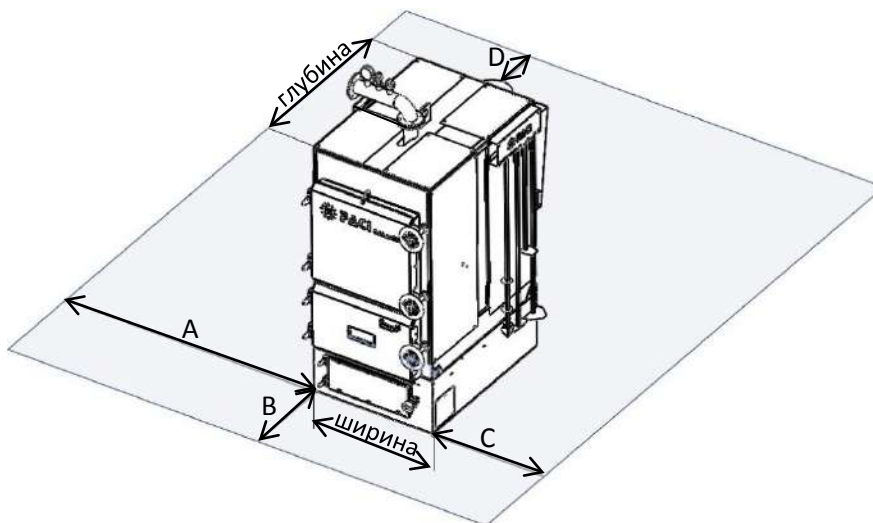

Рис. 10
2.2.4 При установке котла в котельной необходимо соблюдать требования выдерживания свободных расстояний до ближайших препятствий (рис. 10). В указанных размерах свободных расстояний не должно находиться никаких предметов, ни трубопроводов, ни других элементов котельной. Указанные технологические проходы должны быть свободны для доступа в любое время и ничем не загромождены.
Обозначение на рис. 10	Требуемое значение размера.